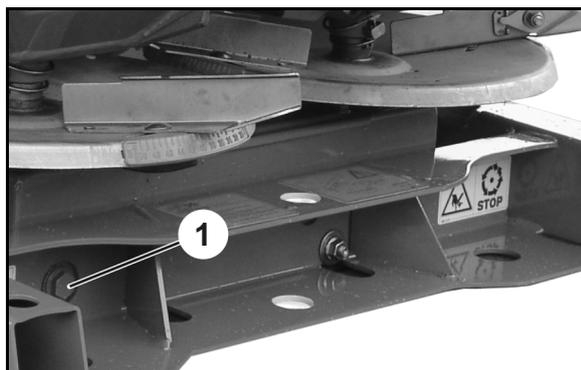

Fig. 94
3. Dévissez le bouchon de vidange (Fig. 94/1).